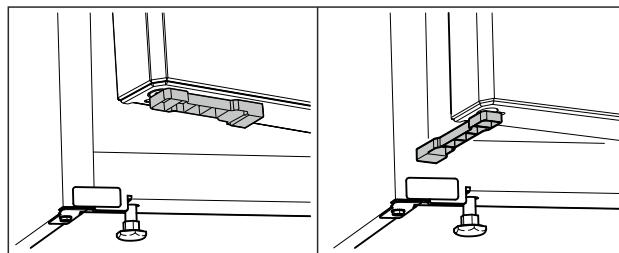

Fig. 69 \*
- Türabstandshalter um 90° drehen. (siehe Fig. 69) \*